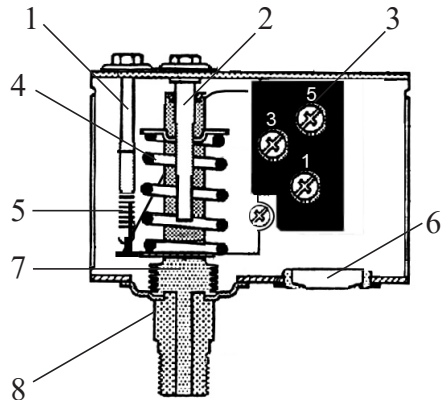

Рис. 1. Элементы реле давления
- 3.1. Возьмите отвертку и вращайте настроечный винт 2 (рис. 1).
- 4.1. Возьмите отвертку и вращайте настроечный винт 1 (рис. 1).